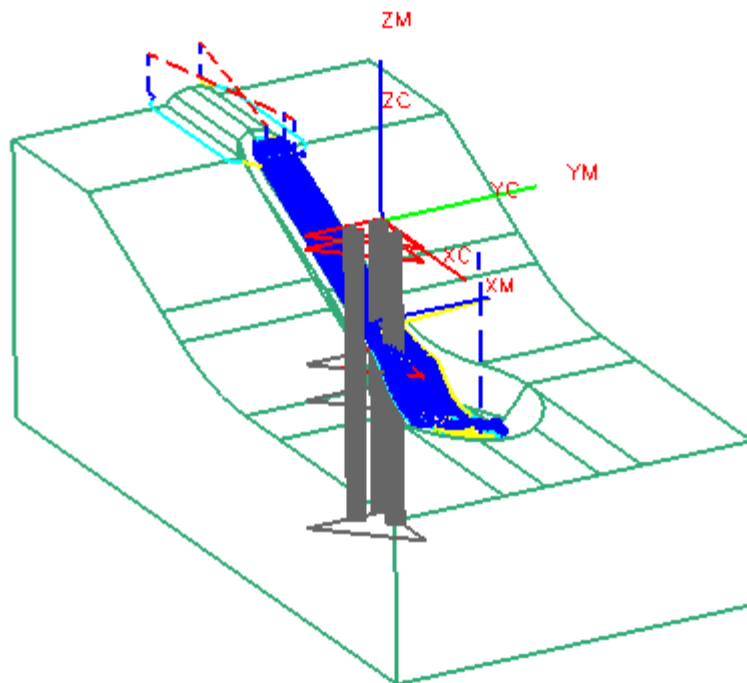

图 9-128
- 单击 ，生成如图 9-128 所示的刀轨，单击 O K。